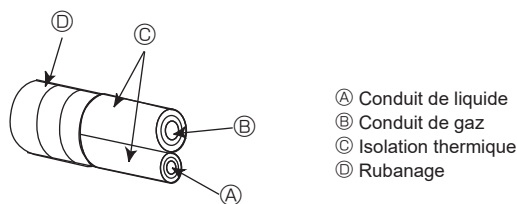
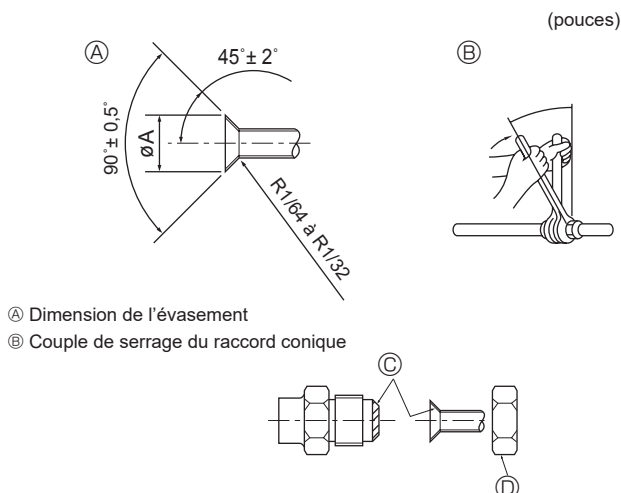

Fig. 4-1
Fig. 4-2
Ⓐ (Fig. 4-1)
Ⓑ (Fig. 4-1)
4.2. Connexion des tuyaux (Fig. 4-1) (Fig. 4-2)
En cas d'utilisation de tuyaux en cuivre disponibles sur le marché, isoler séparément les tuyaux de liquide et de gaz avec un matériau isolant vendu dans le commerce (résistant à une température de 100 °C, 212 °F ou plus, et d'une épaisseur de 12 mm, 1/2 pouce ou plus). (Fig. 4-1)
[Fig. 4-2]